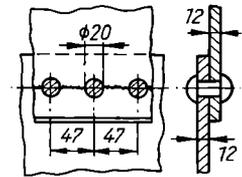

Bild 42
73. Bei der in Bild 42 skizzierten Dampfkeßelnietung sind die 12 mm dicken Bleche durch Nieten von 20 mm Dmr. verbunden. Die Teilung, d. h. der Abstand von Mitte bis Mitte Niet, beträgt 47 mm. Welche Zugspannung tritt in den Blechen in dem gefährdeten Schnitt der Nietenreihe auf, wenn die Nieten mit einer Abscherspannung von 700 kp/cm² beansprucht werden?